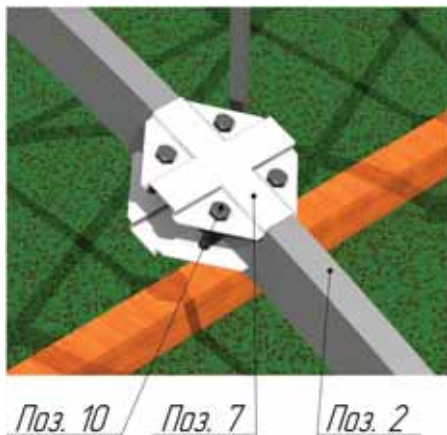

Рис. 8. Монтаж крепления-спайдер «Х-образного»
6. Закрепить на дугу (Поз.2) крепление-спайдер «Х-образный» (Поз.7) (не затягивать) (рис.8).